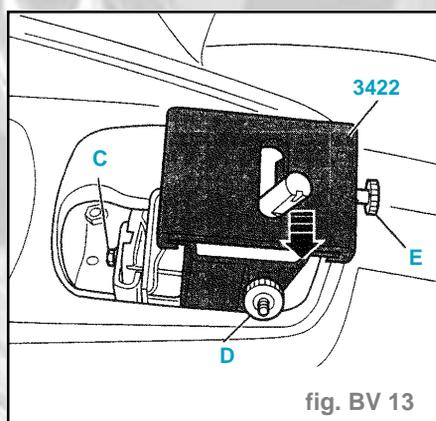

fig. BV 13
- Desserrer la vis (C) (fig. BV 13).